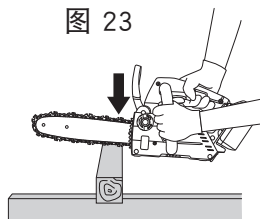

图 24
- (1) 开启电源，同时使电锯稍微远离待锯割的木材。仅在本机到达全速后开始锯割。
- (2) 在锯割细长的木材时，将导杆的基底部分压在木材上，然后如图 24 所示往下锯割。